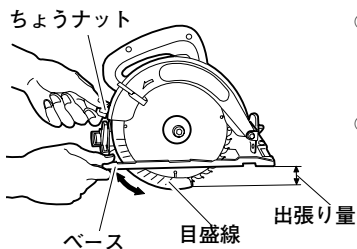

図 11
- ベースとのこ刃とが直角になっているときは、保護カバーの目盛を利用して切込み深さが調整できます（図 11）。例えばベースの底面を 45（1.5）の目盛線に合わせると、そのときの切込み深さは約 45 mm（1 寸 5 分）になります。目盛線は 3 mm（1 分）ごとについています。